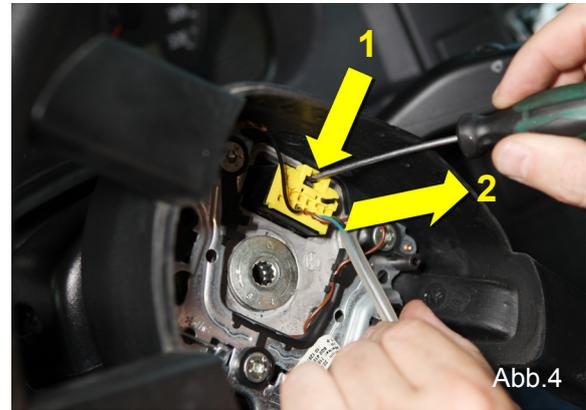

Abb.4
7. Steckersicherung der Kontaktwalze entriegeln (1 - Abb.4) und Stecker abziehen (2 - Abb.4).